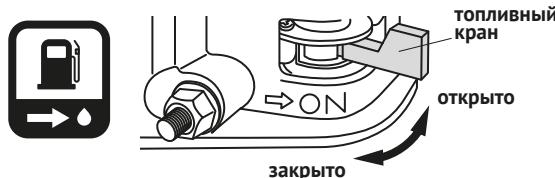
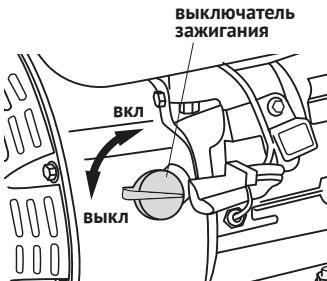

Рис. 5
Рис. 6
Топливный кран (рис. 5) служит для открытия и закрытия бензопровода, соединяющего топливный бак с карбюратором. Перед запуском двигателя установите рычаг топливного крана в положение «**ОТКРЫТО**».
Выключатель (рис. 6) управляет системой зажигания двигателя. Перед запуском двигателя установите выключатель зажигания в положение «ВКЛ»/«ON». Если выключатель находится в положении «ВыКЛ»/«OFF», двигатель не запустится. Для экстренной остановки двигателя установите выключатель зажигания в положение «ВыКЛ»/«OFF».
- Установите рычаг топливного крана (рис. 5) в положение «ОТКРЫТО».
- Установите выключатель зажигания (рис. 6) в положение «ВКЛ»/«ON»
Если мотопомпа останавливается на короткий промежуток времени, установите выключатель зажигания в положение «ВыКЛ»/«OFF» (рис. 6) и поверните рычаг топливного крана в положение «ЗАКРЫТО» (рис. 5).